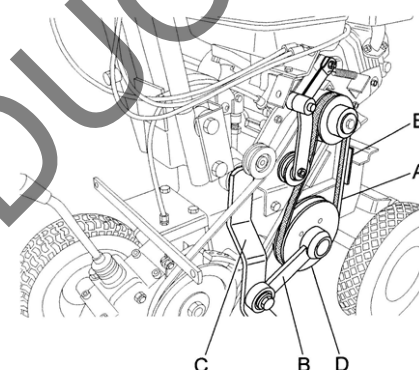

Fig. 7
Débrancher la bielle (Fig. 7 Ref. B) en retirant l'écrou et en dévissant les vis qui le fixent au bras (Fig. 7 Ref. C)
- Une fois la bielle retirée, la courroie est dégagée (Fig. 7 Ref. A) en tournant manuellement la poulie inférieure dans le sens antihoraire (Fig. 7 Ref. D).
- Vérifier ensuite que la courroie est bien installée, à l'aide du levier de contrôle de la lame correspondant. Une fois le levier abaissé et la courroie tendue au maximum, la distance séparant la courroie et ses repères correspondants (Fig. 7 Ref. E) devrait être d'environ 2 mm.